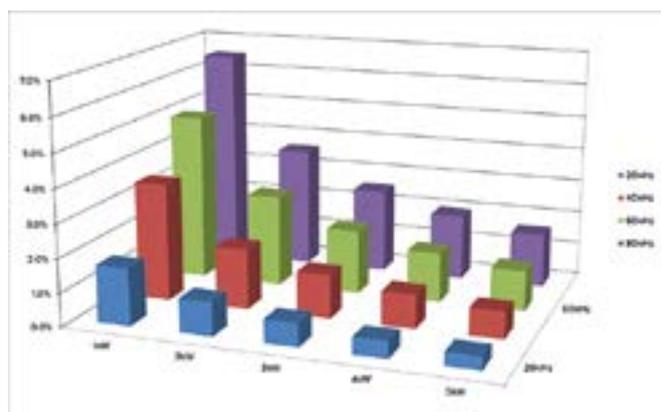

Figura 2. Mejora de la eficiencia mediante la utilización de A-SRB.
Para demostrar la efectividad de la tecnología A-SRB, se han realizado simulaciones SPICE a nivel de dispositivo de un puente inversor (topología H4) con y sin utilizar A-SRB. La figura 2 muestra para el caso de la modulación bipolar las mejoras de eficiencia para diferentes niveles de potencia y frecuencias de conmutación utilizando A-SRB. El transistor de conmutación es tipo Toshiba DTMOS IV con baja RDS (ON) (100 A, 600 V).